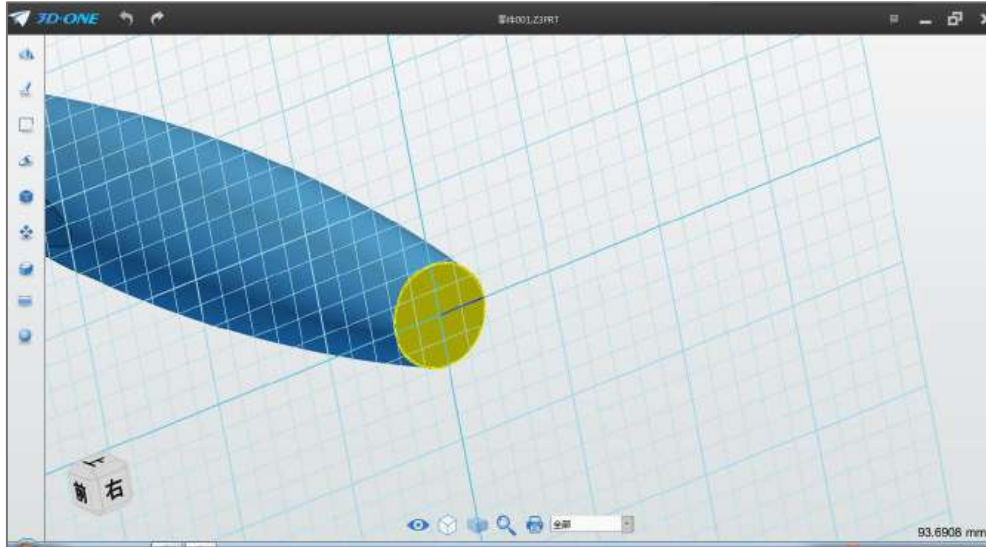

图 2-1
Step 1 选择参考命令  , 参考平面选择前端圆面, 如下图 2-1 所示: